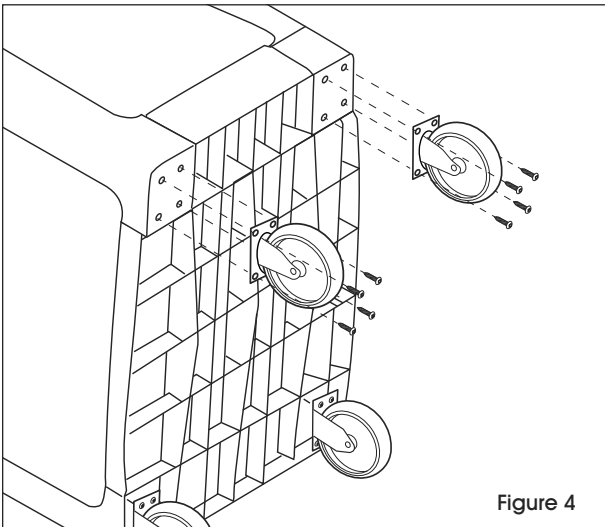

Figure 4
7. Screw swivel casters into the underside of the bottom shelf using four screws. (See Figure 4)
7. Vissez les roulettes pivotantes dans le dessous de la tablette inférieure à l'aide de quatre vis. (Voir Figure 4)